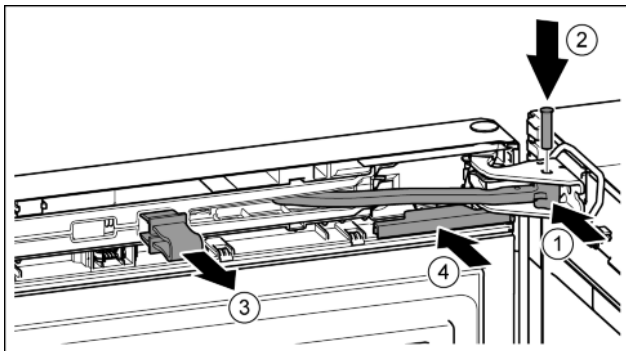

Fig. 45
- ▶ Tourner l'articulation dans le support de palier. *Fig. 45 (1)*
- ▶ Introduire le boulon dans le support de palier et l'articulation. Veiller à ce que l'ergot d'encliquetage repose correctement dans la rainure. *Fig. 45 (2)*
- ▶ Enlever l'arrêtoir. *Fig. 45 (3)*
- ▶ Enfiler le cache. *Fig. 45 (4)*